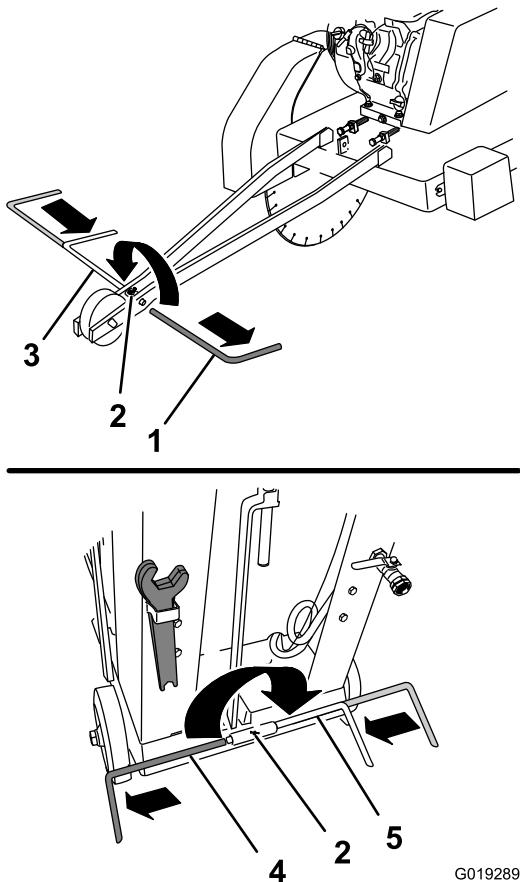

Figure 36
- A. Sur le pointeur avant, dévissez la vis à oreilles qui fixe le pointeur à la fourche (Figure 36).
- B. Déposez le pointeur du tube transversal dans la fourche et insérez-le dans le tube transversal de l'autre côté de la fourche (Figure 36).
- A. Sur le pointeur arrière, desserrez la vis à oreilles qui fixe le pointeur au tube transversal à la base de la machine (Figure 36).
- B. Déposez le pointeur du tube transversal et insérez-le dans l'extrémité opposée du tube (Figure 36).